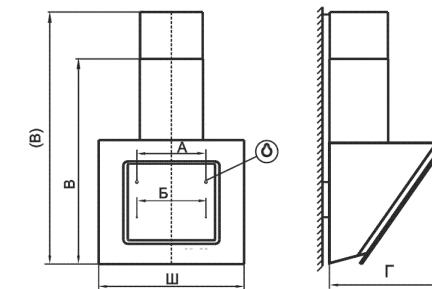

рис. 2
Навесьте вытяжку через отверстия типа «замочная скважина» (размер «A», рис. 2) и дополнительно закрепите ее двумя самонарезающими винтами 6х50 мм (размер «Б»).
- вверните два самонарезающих винта 6x50 мм (размер А, рис. 2).